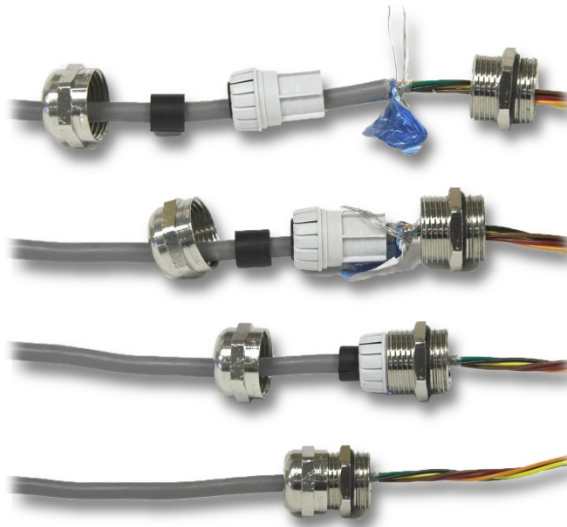

Figure 3-7 : Terminaison de la gaine au niveau du presse-étoupe
- Tous les câbles qui incluent les gaines (sauf le câblage d'interface à boucle de courant) doivent disposer d'une gaine terminée au niveau du presse-étoupe comme illustré à la Figure 3-7. Déployez les fils gainés et assurez-vous qu'il y en a suffisamment pour établir le contact avec la partie métallique du presse-étoupe.